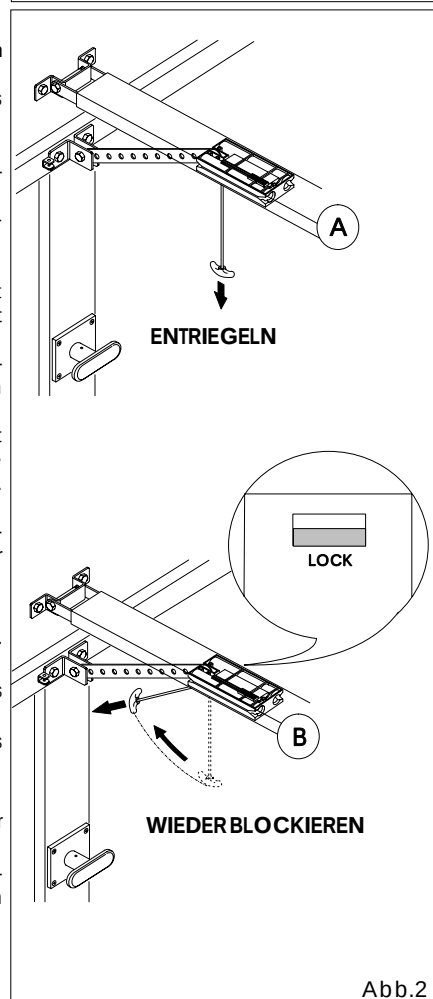

Abb.2
- Den Operator durch Nach-unten-ziehen des Entriegelungsgriffs (Abb.2 Bez.A) entriegeln.
Die Automatikvorrichtung durch waagerechtes Ausrichten des Griffs (Abb.2 Bez.B) wiederverriegeln.